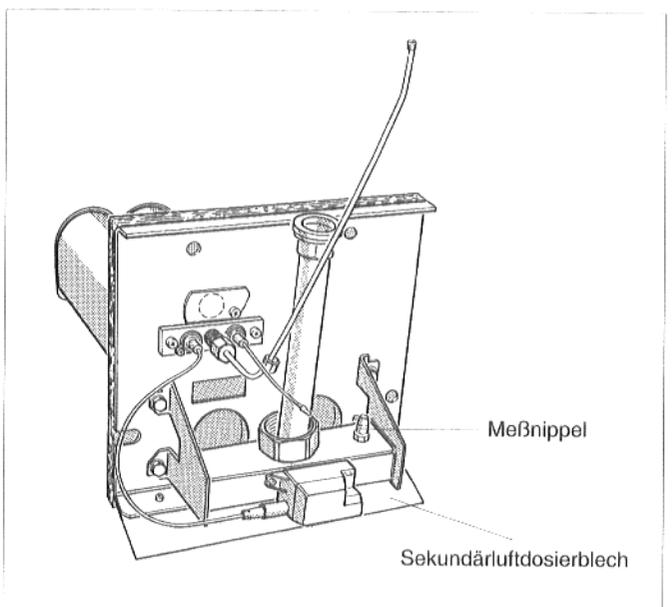

Abb. 46: Sekundärluftdosierblech
- Sekundärluftdosierblech abschrauben und gegen neues austauschen (Abb. 46). Zur Unterscheidung: das Blech für Flüssiggas hat keine Umkantung!
- Verschlußschraube des Meßnippels am Gasverteilerrrohr (Abb. 46) zwei Umdrehungen lösen und Meßschlauch des U-Rohr-Manometers aufstecken.